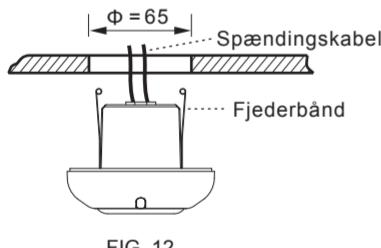

FIG. 12
4.4.2.4 Luk detektorens to fjederbånd op, og indsæt detektoren i det børne hul i loftet (Se FIG. 12).